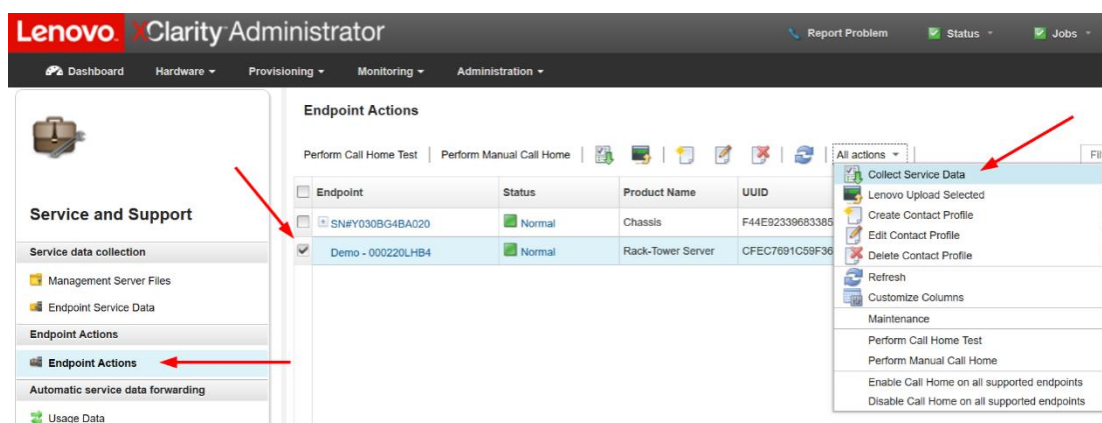

图 15: XClarity Administrator 端点操作
3. 在服务和支持页面中，导航到 Endpoint Actions，如图 15 所示；